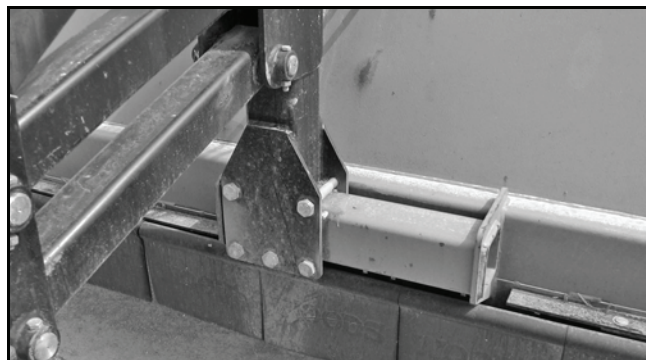

Figura 46. Colunas do suporte instaladas
2. Parafuse as colunas do suporte na estrutura do triturador, mas não aperte neste momento, Figura 46. Consulte as páginas 50 e 51 da lista de peças para saber quais são os tamanhos das peças de fixação.